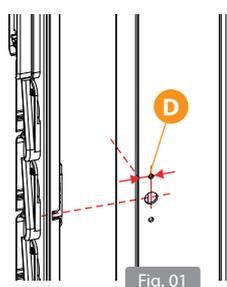

Fig. 01
1. Rilevare la posizione in altezza della vite senza fine del meccanismo di rotazione "A", accostando il profilo montante al profilo anta (Fig. 01)
2. Realizzare sul profilo anta un foro Ø 8 mm (Fig. 01) alla distanza D per come specificato nella tabella A